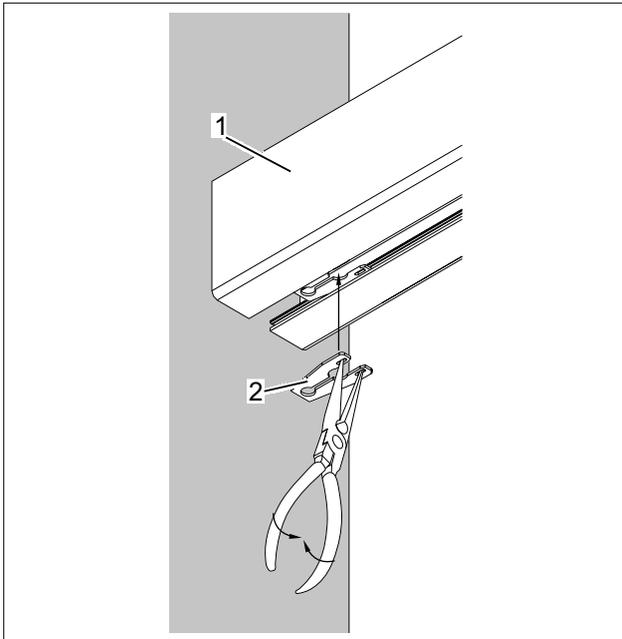

Abb. 17 Sicherungsblech einsetzen
1. Sicherungsblech (Abb. 17/2) mit einer Spitzzange zusammendrücken und in die Stiftkanäle der Laufschiene (Abb. 17/1) einsetzen.